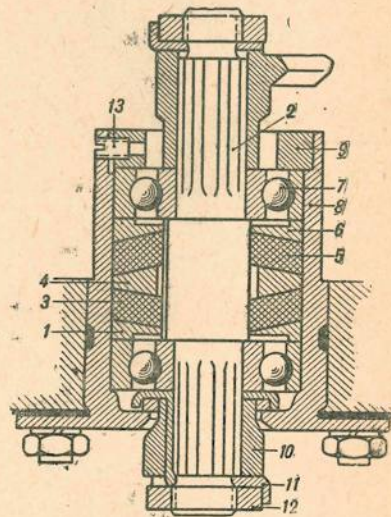

Рис. 111. Сборка стакана вертикального валика переключения коробки перемены передач
2. Установить стакан переключения 6 фланцем на специальную плиту-подставку, заправить подшипник валика солидолом и при помощи оправки 7 посадить валик с подшипником в стакан 6 до упора в уступ. Снять оправку, надеть на вертикальный валик 2 (рис. 111) нижнее поджимное кольцо 1. Отрезать в меру (по средней шейке валика) два кольца набивки «Рациональ» 3. Уложить в стакан на среднюю шейку валика кольцо набивки и на него уплотняющее кольцо 4. Обжать набивку при помощи оправки. Установить и обжать второе кольцо набивки 5, наложить верхнее под-